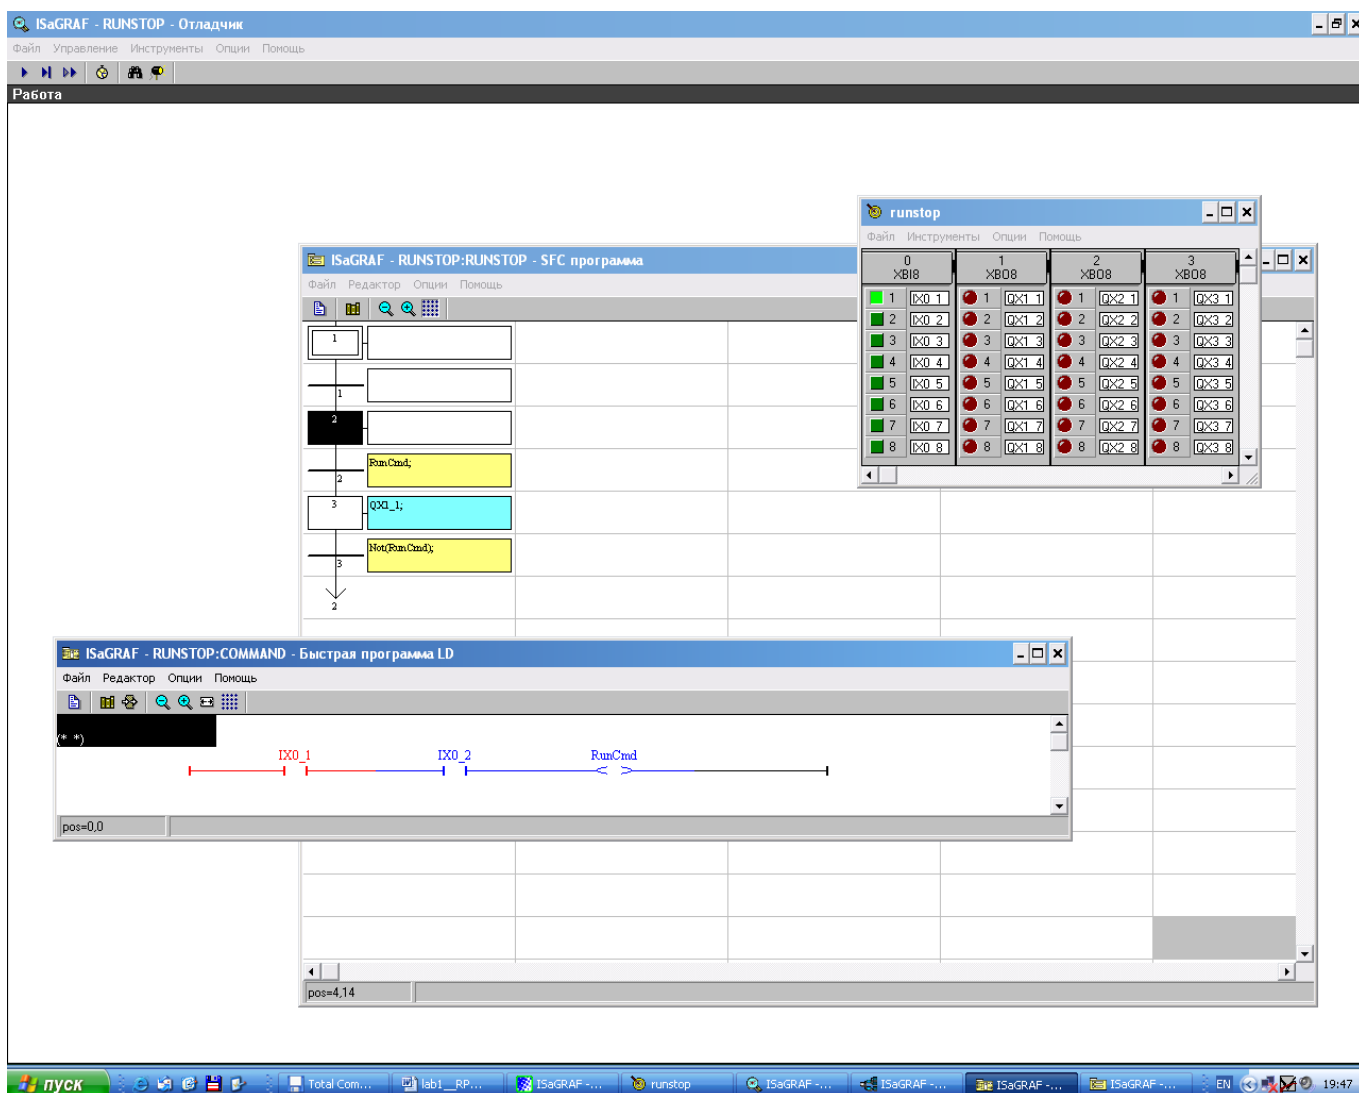
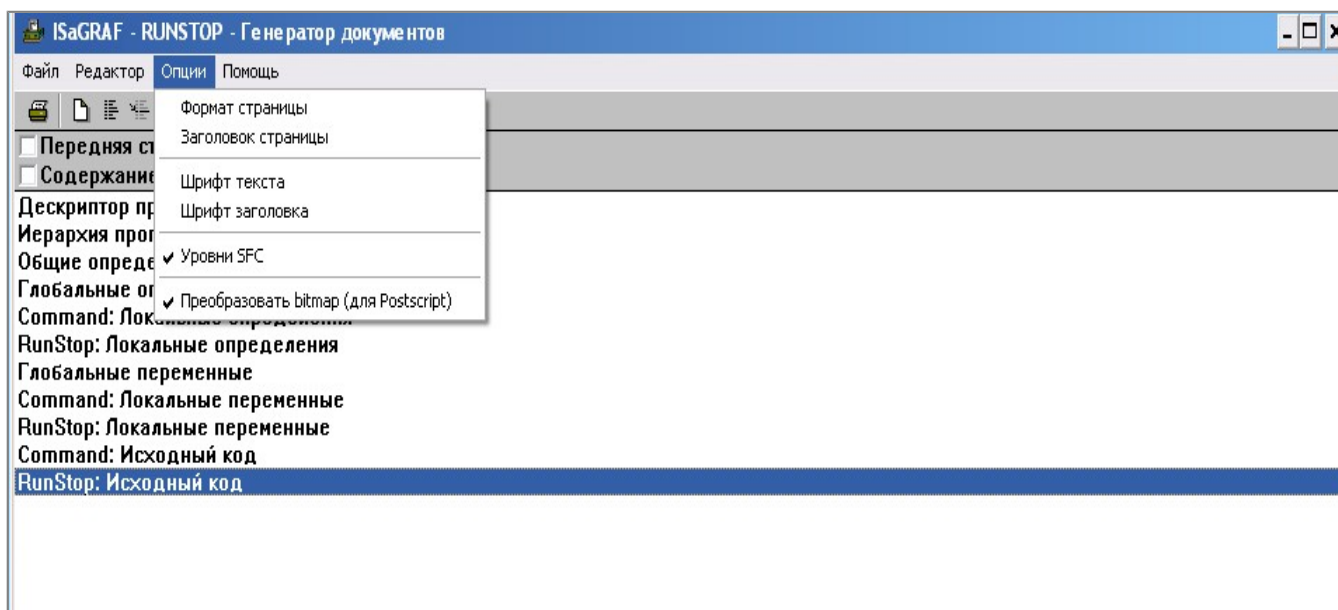

Рис. 1.4
Рис. 1.9
Для дальнейшего продвижения маркера активности по схеме нужно сбросить хотя бы один из указанных входов (рис. 1.4).
2.5 Ознакомиться с возможностями печати (Генератор документов) в среде ISaGRAF (Управление проектами\Проект\Печать – рис. 1.9). Для корректного отображения кириллицы следует установить для шрифта текста (формат страницы) и шрифта заголовка (заголовок страницы) шрифт Times New Roman или установить и воспользоваться шрифтами из папки Fonts. Также следует установить формат страницы, как это указано на рис. 1.4. В заголовке страницы можно указать в соответствующих графах штампа информацию о лабораторной работе, группе и исполнителях, а также можно указать путь к графическому файлу (черно-белый монохромный рисунок bmp), который заменит стандартный логотип CJ International (рис. 1.10). Для получения оптималь-
ного объема документа следует путем вырезания оставить только самое необходимое в составе документа: дескриптор проекта, иерархия программ, определения, переменные, исходный код (рис. 1.9).